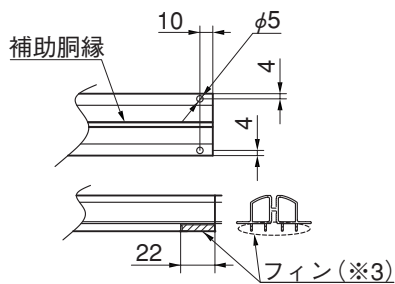

図2-4
- ① 補助胴縁にφ5の孔をあけてください。(図2-4参照)
- ② フィン(※3)4ヶ所を22mm切り欠いてください。(図2-4参照)